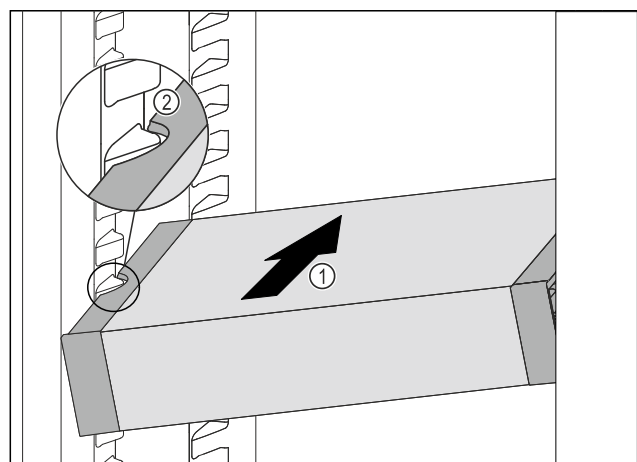

Fig. 101
- ▶ Вставити висувний ящик VarioSafe під кутом в охолоджувальне відділення Fig. 101 (1), доки бокові поглиблення Fig. 101 (2) VarioSafe не будуть розташовуватися на рівні ребра для ємності в охолоджувальному відділенні.